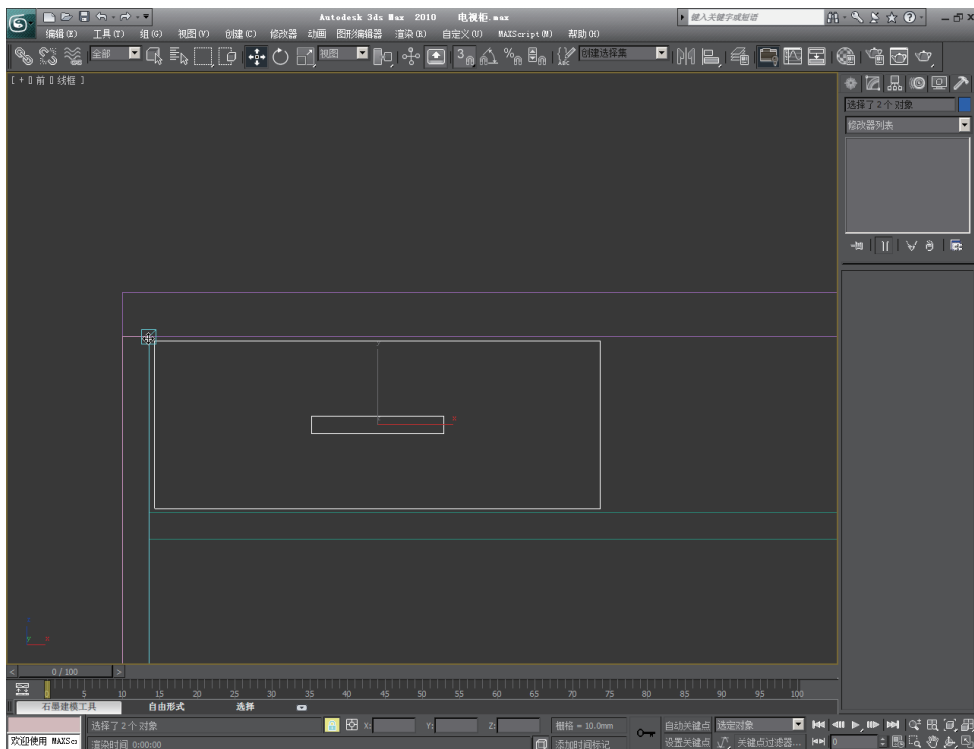
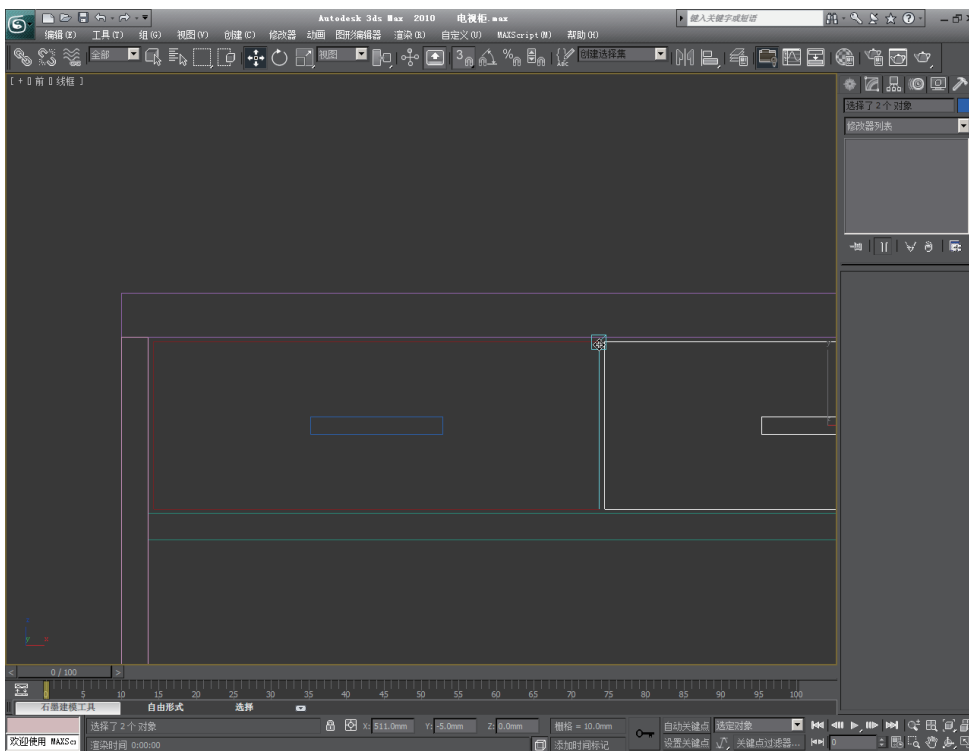
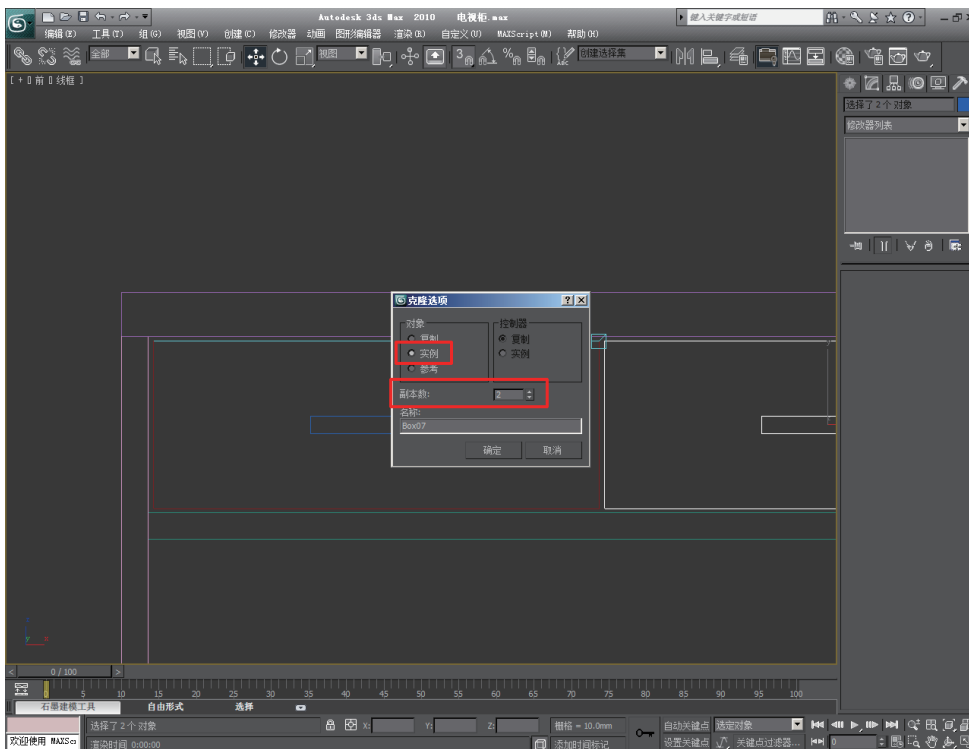

图2-27 鼠标的起点3
图2-28 鼠标的终点3
图2-29 复制的方式和数量
(3) 将鼠标放在桌腿的右边缘，按住Shift键向右拖动鼠标至抽屉的右边缘，然后释放鼠标，在弹出的“克隆选项”对话框中选中“实例”单选按钮，在“副本数”数值框中输入“2”。如图2-27、图2-28、图2-29所示。